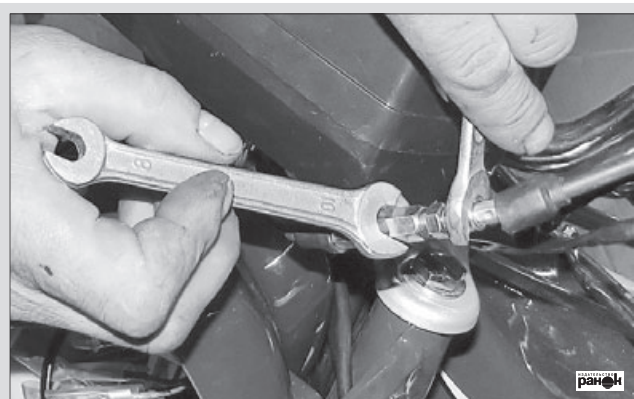

Рис. 59. Регулировка троса акселератора («газа»)
- ослабить затяжку контргайки (рис. 59);